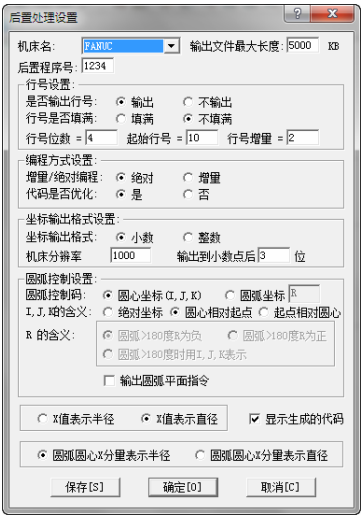

图 4-170 “后置处理设置”对话框
2) 选择下拉菜单“数控车”→“后置设置”命令，或直接单击“数控车工具”工具栏中的“后置设置”按钮，系统弹出“后置处理设置”对话框，设置参数如图 4-170 所示。